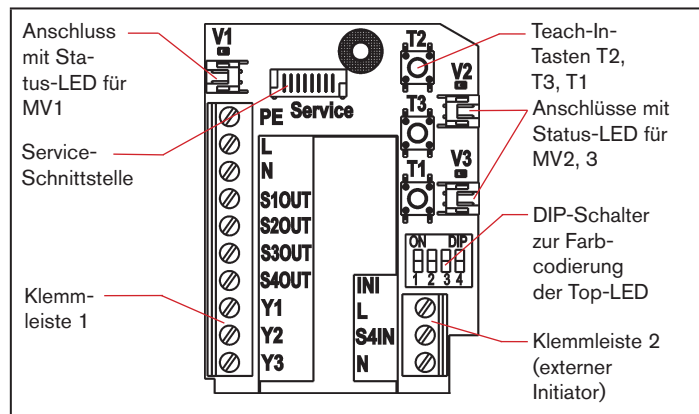

Bild 8: Elektronikmodul (120 V AC)
- Adern entsprechend der im "Bild 8" beschriebenen Anschlussbelegungen an den Klemmleisten fixieren.